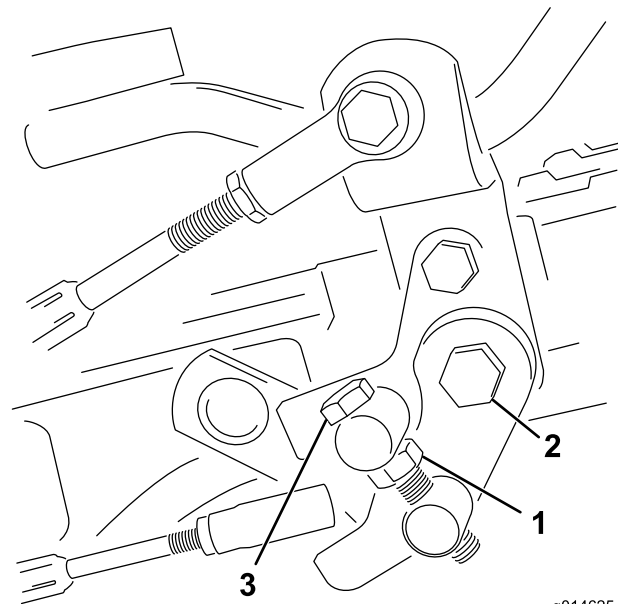

図 36
1. トラニオンボルトのジャムナットをゆるめる 図 36。
4. トラニオンボルトのジャムナット、およびペダルピボットのナットを締め付けて調整を固定する 図 36。調整を確認し、必要に応じて再調整する。